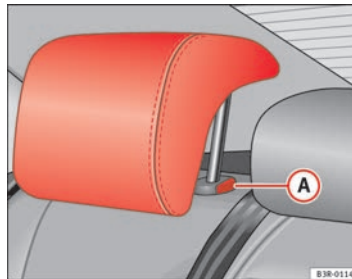

Fig. 113 Places latérales
- Appuyez sur la touche **A** ⇒ page 147, fig. 113 et baissez l'appuie-tête.
- Appuyez sur la touche **A** ⇒ page 147, fig. 113 et extrayez en même temps l'appuie-tête.